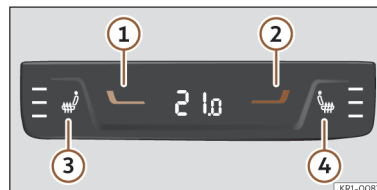

Abb. 104 In der Mittelkonsole hinten: Bedienelemente für die Mitfahrer auf den hinteren Sitzen.
- Drücken Sie die Tasten **1** und **2** >>> (Abb. 104), um die Temperatur für die hinteren Sitzplätze einzustellen.
- Durch Drücken der Tasten ③ und ④ auf den Bedienelementen für die Rücksitze, die sich auf der Rückseite der Mittelkonsole befinden >>> (**Abb. 104**).